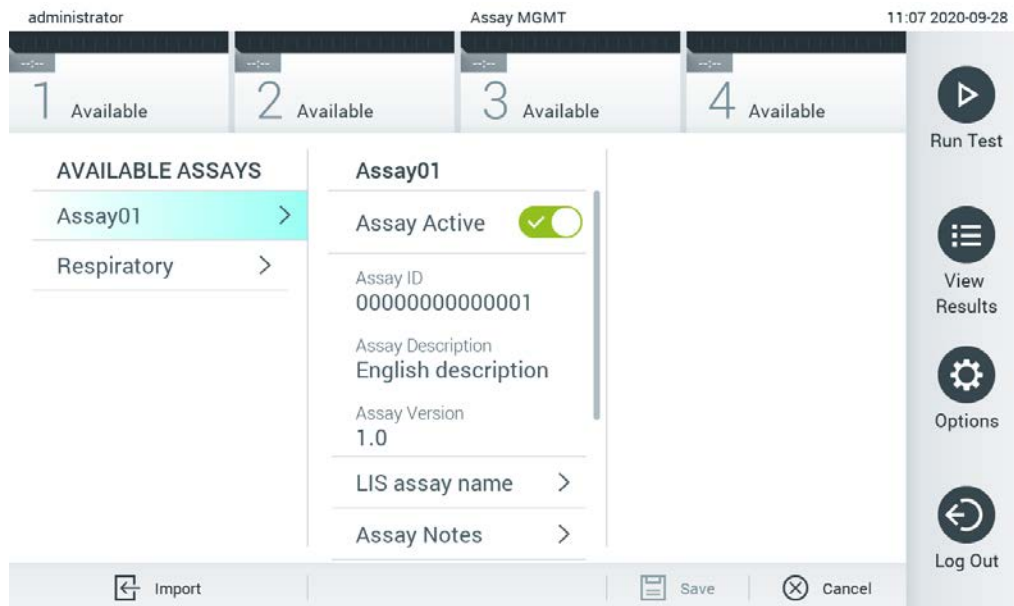

Abbildung 61: Aktivierung des Assays
7. Der Assay wird aktiviert, wenn Sie Assay Active (Assay aktiv) wählen (Abbildung 61 , nächste Seite).